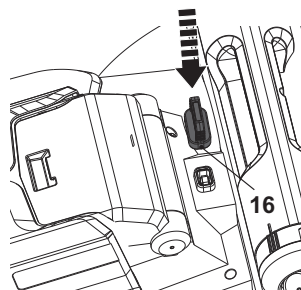
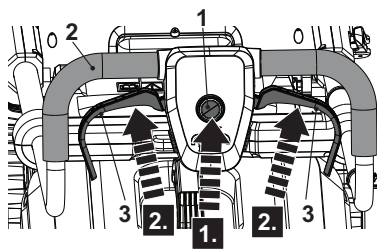

Fig. 18
Fig. 19
**NOTE:** le produit peut être démarré uniquement en appuyant sur le bouton de l'interrupteur de sécurité (1) suivi d'une pression des leviers de démarrage (3). L'opération inverse ne pourra pas faire démarrer le produit.
1. Installez le bloc-batterie (22) dans le compartiment de la batterie.
2. Insérez la clé de sécurité (16) entièrement dans son logement (Fig. 18).
3. Positionnez-vous derrière le guidon (2).
4. Tout en maintenant le bouton de l'interrupteur de sécurité (1) enfoncé (Fig. 19, étape 1), tirez les leviers de démarrage (3) vers le guidon (2) (Fig. 19, étape 2).
5. Une fois que la tondeuse a démarré, relâchez le bouton de l'interrupteur de sécurité (1).
7. Relâchez les leviers de démarrage (3) pour arrêter la tondeuse.